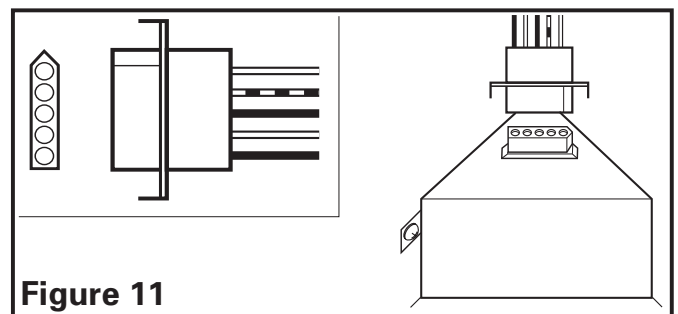

Figure 11
2. Brancher le cordon à raccordement rapide dans le réceptacle. Ce cordon ne s'ajuste que d'une seule façon dans le réceptacle (Figure 11).